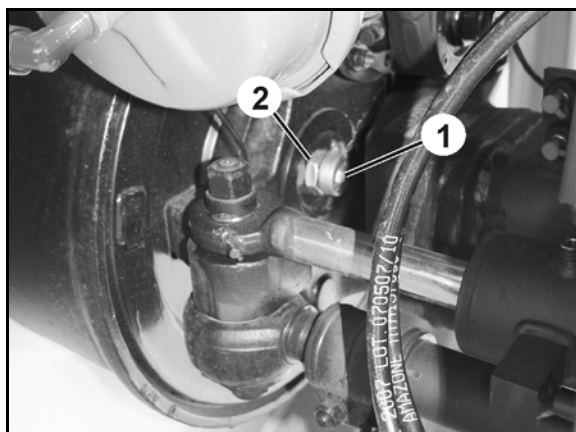

Fig. 45
O comando de arraste AutoTrail para o seguimento do rasto automático detecta a posição angular da lança (Fig. 45/1) em relação ao sentido de marcha do tractor.
1. Inserir uma barra angular (Fig. 45/2) no casquilho de plástico (Fig. 45/3).
2. Inserir o sensor do ângulo de rotação (Fig. 45/4) no alojamento (Fig. 45/5).